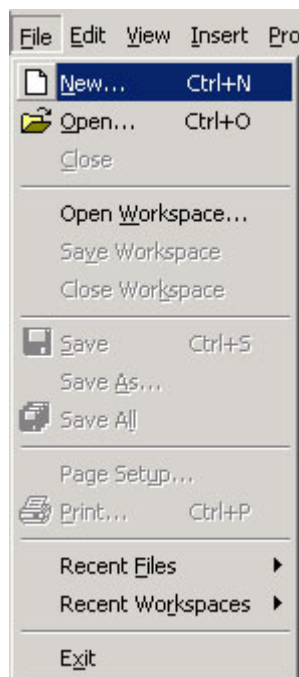

图 4-2 在 eVC 中新建
2、启动 eVC，选择 **File->New...**，如图 4-2 所示。